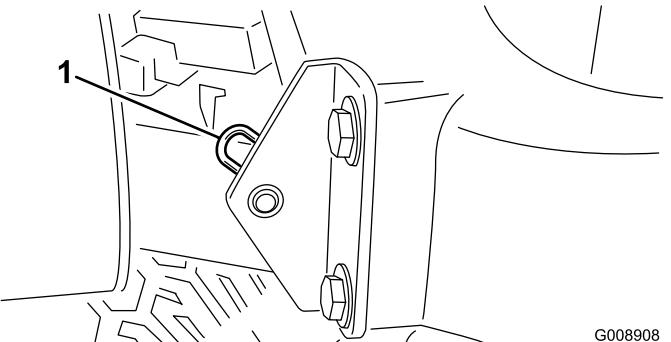

Figura 46
2. Rimuovete la coppiglia di fissaggio del perno del cofano sulle staffe di montaggio (Figura 46).